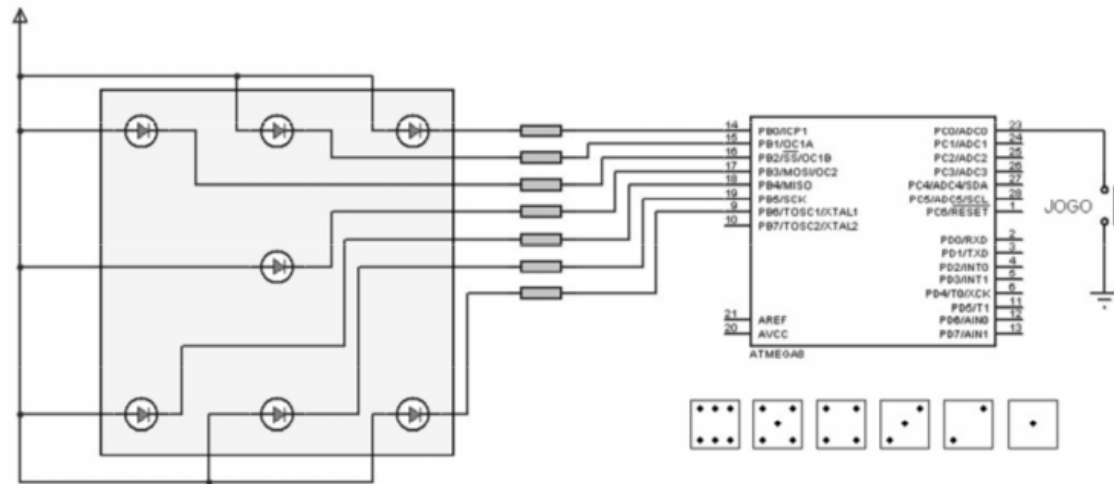

Fig. 5.15 – Dado eletrônico com LEDs.
- 5.14** – Elaborar um programa para apresentar nos LEDs da fig. 5.15 um número aleatório entre 1 e 6, formando os números de um dado (mesma lógica do exercício acima).